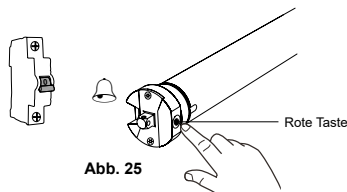

Abb. 25
- Die **rote Taste** am Motor **10 x** drücken (**Abb. 25**) 10 Piep Töne